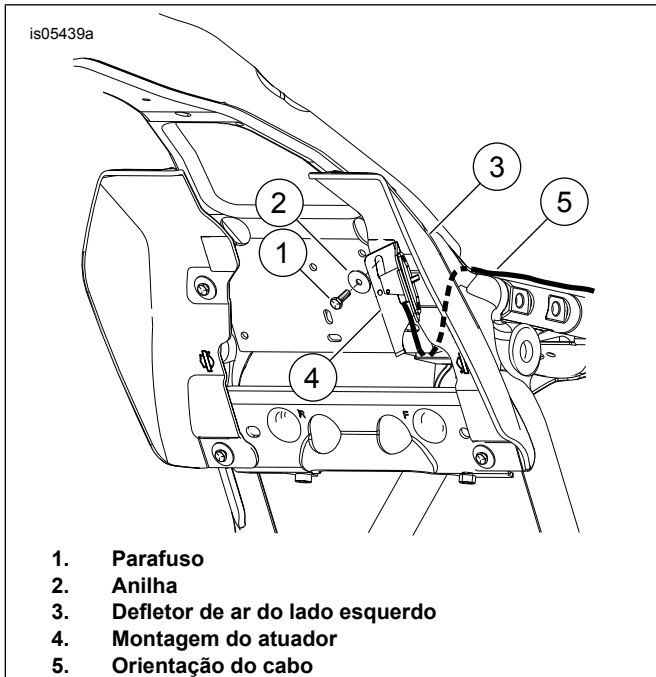

Figura 5. Instalar o Conjunto do Atuador com o Defletor de Ar do Meio do Quadro
3. Ver Figura 5 . Puxe o grampo do cabo da vela de ignição para fora do orifício da placa do quadro, no sítio em que será montado o suporte do manípulo de regulação. Descarte a braçadeira de plástico da mangueira.
8. Figura 5 Assegure-se de que o cabo de ajuste do encosto não se encontra ligado ao suporte de montagem. Começando na extremidade da montagem do atuador, oriente o cabo do encosto por baixo da placa transversal e para cima através do quadro (5).
9. Continue a orientar o cabo (1) entre o compartimento da bateria e a caixa de fusíveis/elementos elétricos. Continue a orientar o cabo para cima (1) a partir da parte traseira da caixa eléctrica, até que este chegue ao espaço entre o quadro e o guarda-lamas traseiro. Depois, oriente-o para a parte superior do guarda-lamas traseiro, até chegar ao suporte do encosto.
10. Figura 5 Faça deslizar o lado plano do suporte do conjunto do atuador (4) por trás dos fios e alinhe o orifício de montagem superior do defletor com a ranhura que se encontra no suporte do manípulo de regulação. Certifique-se de que o gancho/a patilha dobrada do suporte engata totalmente na extremidade da placa transversal. Assim que o equipamento estiver alinhado, insira e aperte o parafuso e a anilha.